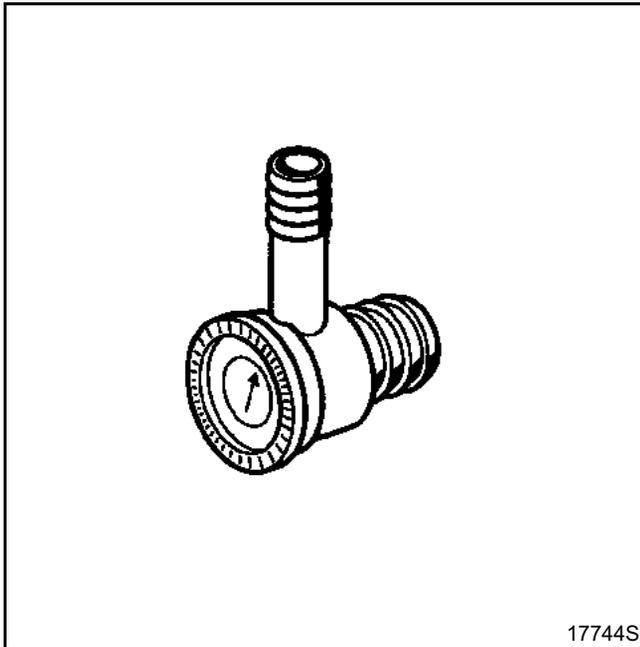

Abb. 2
### 3) Kontrolle des Rückschlagventils des Bremskraftverstärkers (Abb. 2 und 3)
- Die Oberseite des Ventils ist mit einem Außenrand mit Rillen versehen (**Abb. 2**),